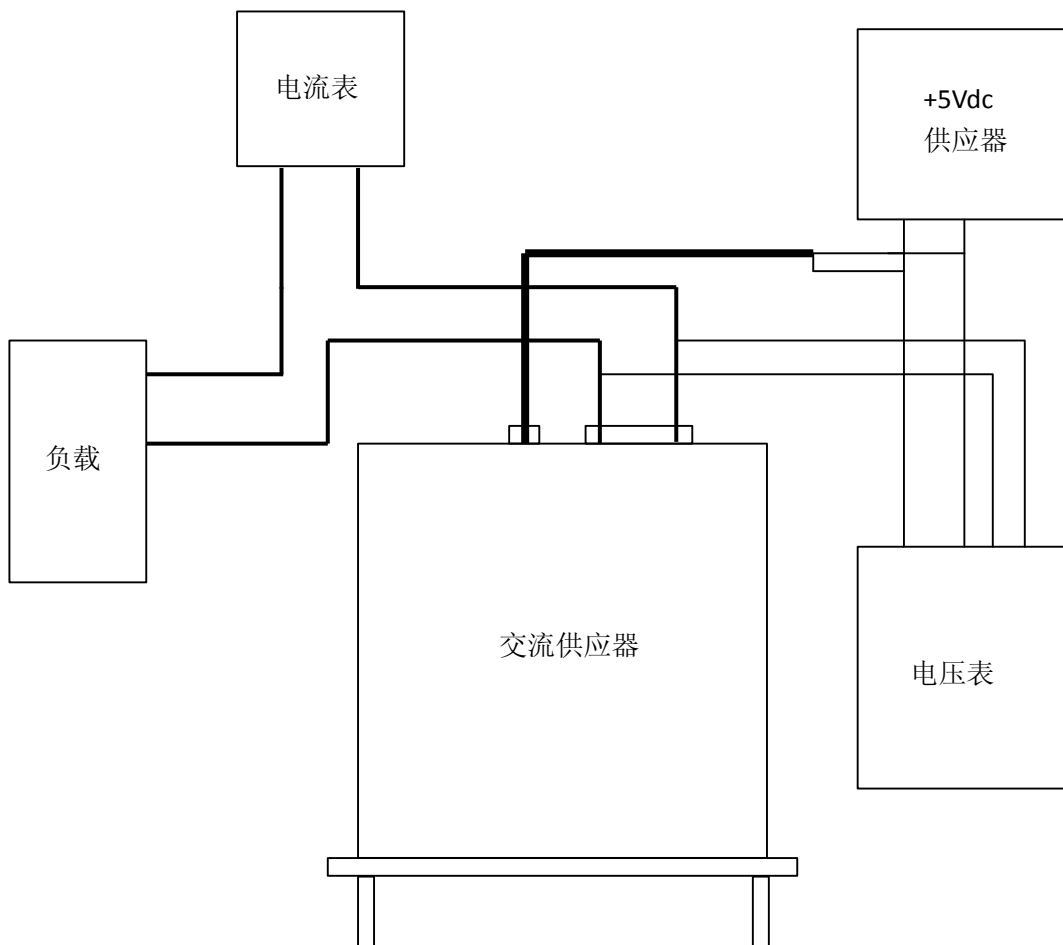

图4.1.1
交流电源供应器内建简易的方式来校正输出和测量准确度而不需打开外壳。使用者只需一步一步依照步骤来操作。当执行校正程序时，电压表、电流表、合适的负载及+5Vdc供应器是需要的。这些仪器的连接请参考图4.1.1。有三种项目需要校正。但不需同时校正这三项。若需要的话使用者可选择其中一项校正。
1. Vdc 偏移量可能为正值或负值。数字式电压表(DVM)的正极连接至交流电源供应器输出的火线(Line)而数字式电压表(DVM)的负极连接至交流电源供应器输出的零线(Neutral)。见图 4.1.1。